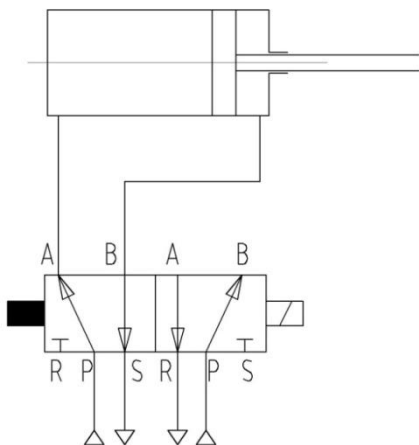

图19
- 左侧线圈得电状态：电磁阀左侧线圈得电，电磁阀P口与A口通，气源由A口进入双作用气动活塞驱动部一侧气室，推动活塞到气缸另一侧，B口与S口相通，与B口相通的气动活塞驱动部的另一侧气室为排气状态，在另一侧线圈不得电之前会保持该状态不动，见图19；